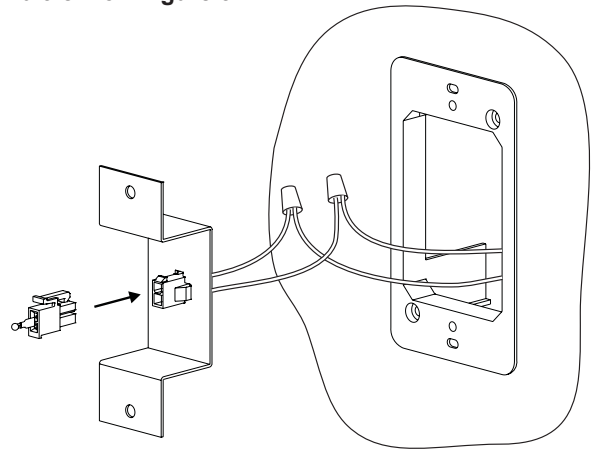

Figure 5
9. À l'ouverture de la boîte murale, connecter les deux fils de thermostat aux deux fils de sortie sur le support mural. Insérer la sonde de température de l'étape 8 dans le support mural. Insérer le support mural dans l'ouverture de la boîte murale. **Voir Figure 5.**